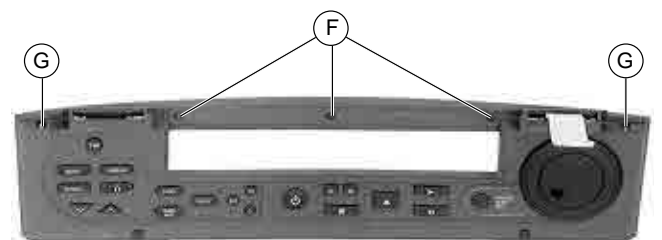

Fig. 5
- 3 Schrauben (F) und 2 Schrauben (G) herausdrehen (Fig. 5).
- Undo 3 screws (F) and 2 screws (G) (Fig. 5).